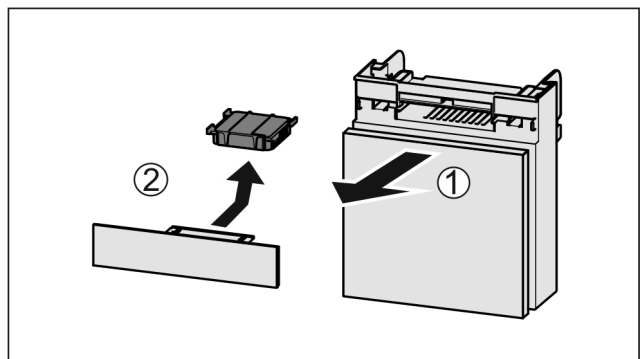

Fig. 175
- Lade vanaf de voorkant eruit trekken Fig. 175 (1).
- Actiefkoolfilter verwijderen Fig. 175 (2).